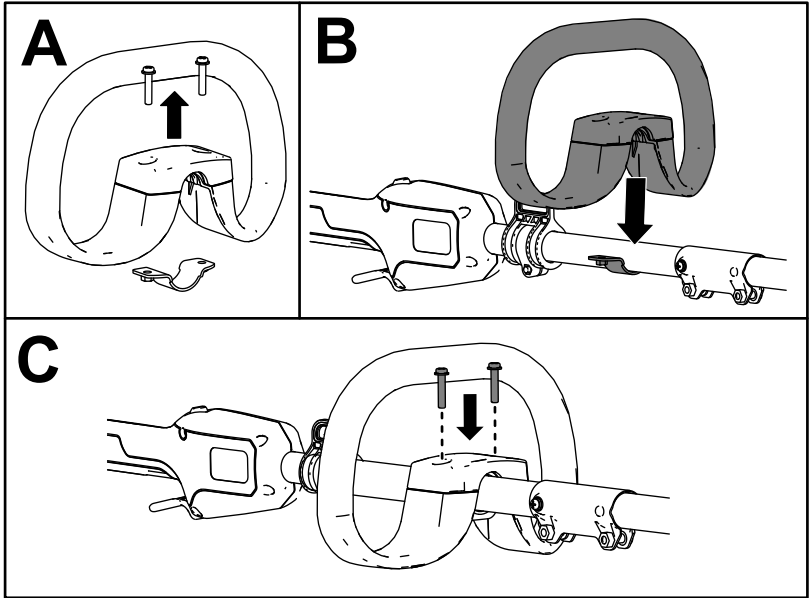

Figure 4
1. À l'aide d'un tournevis cruciforme, retirez les 2 vis pour séparer la poignée auxiliaire du support (A de la Figure 4).
2. Placez la poignée auxiliaire au-dessus de son support sur le manche de la débroussailleuse (B de la Figure 4).
3. Fixez la poignée auxiliaire à son support à l'aide des 2 vis retirées précédemment (D de la Figure 4).